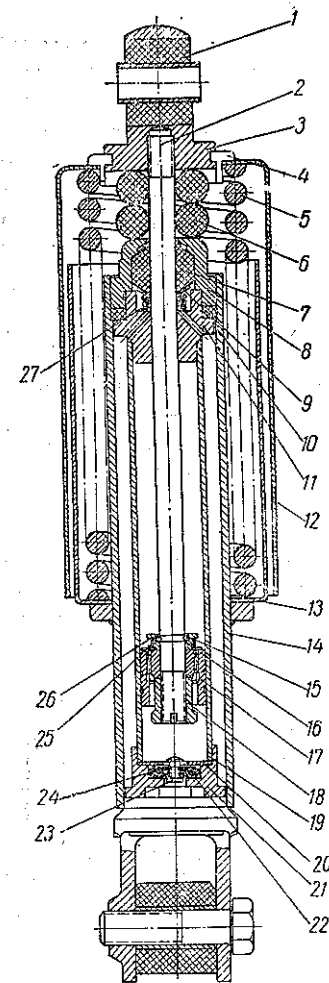

Рис. 20. Устройство амортизатора:
лические амортизаторы мотоцикла представляют собой легко-съемные и взаимозаменяемые узлы. Устройство амортизаторов показано на рис. 20. Полный ход амортизаторов составляет 75—87 мм (разница между свободной длиной и длиной в сжатом состоянии, когда буферы 6 сжаты приблизительно на 25%).
1) нажав на верхний кожух, опустить его на 5—10 мм и снять освободившиеся при этом сухари 4 (см. рис. 20). Если сухари в канавке наконечника ходят туго, их можно раздвинуть отверткой при отжатом кожухе. После этого верхний кожух, пружина 5 и нижний кожух легко снимаются;
1. Шток собирать в последовательности, обратной разборке («Разборка амортизаторов», п. 4). Стопорное кольцо 15 (см. рис. 20) перед посадкой упора 16 обжать по канавке штока, после чего оно должно полностью входить в выточку упора. При завинчивании гайки 18 необходимо следить за тем, чтобы клапан 26 не был зажат между поршнем и упором (если клапан был сильно зажат, то его обязательно нужно заменить, поскольку нарушена его плоскостность).